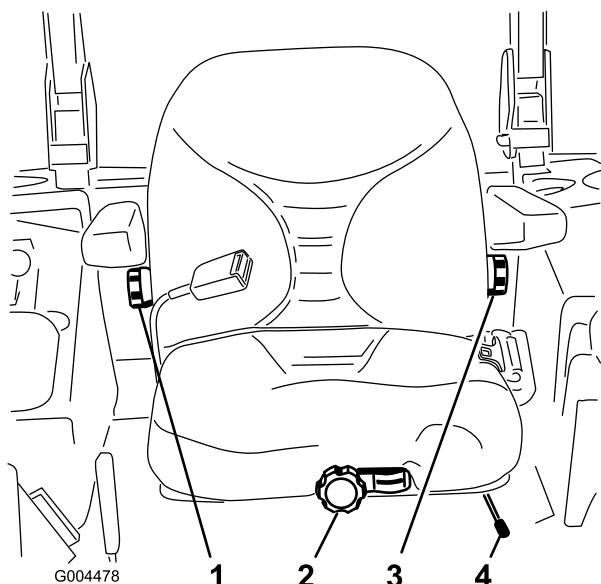

Figure 17
1. Poussez le levier de réglage sur le côté pour débloquer et régler le siège (Figure 17).
Sans vous asseoir sur le siège, tournez le bouton avant dans un sens ou dans l'autre pour obtenir la position la plus confortable (Figure 17).
Pour ce faire, tournez le bouton situé sous l'accoudoir droit dans un sens ou dans l'autre pour obtenir la position la plus confortable (Figure 17).
Pour ce faire, tournez le bouton situé sous l'accoudoir gauche dans un sens ou dans l'autre pour obtenir la position la plus confortable (Figure 17).